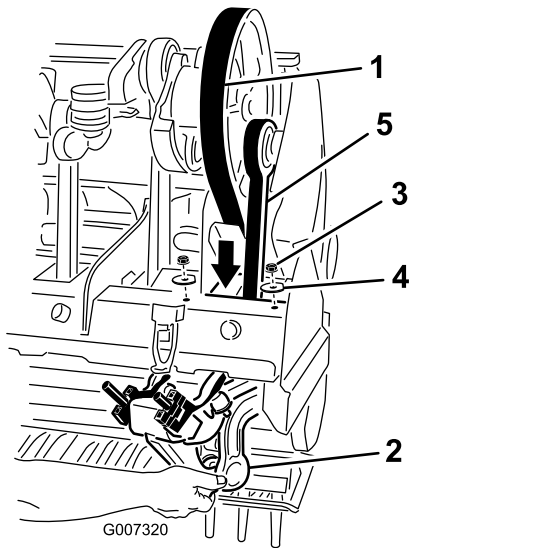

図 39
5. ロタリンクダンパを1番ストンパームに固定しているロックナット2個とワッシャを外す 図 39。
7. コアリングヘッドのフレームと1番ストンパームからベルトを取り外す 図 39。